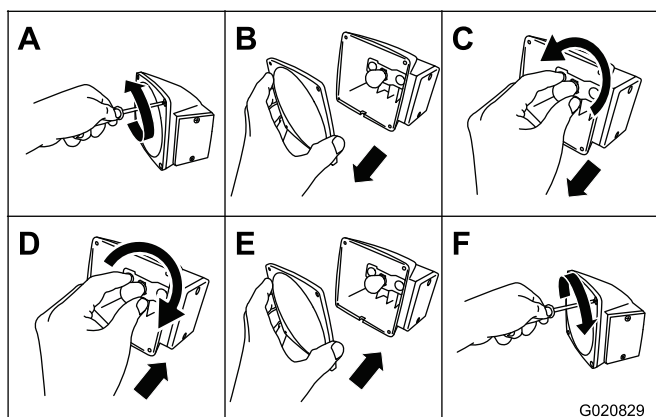

Figura 17
1. Utilice un destornillador para retirar los 4 tornillos de la lente cuadrada grande de la luz (Figura 17).
2. Retire la lente (Figura 17).
3. Empuje y gire la lámpara en sentido antihorario para retirarla del zócalo (Figura 17).
4. Coloque una lámpara 1157 nueva a presión en el zócalo, y gírela en sentido horario (Figura 17).
5. Instale la lente y los 4 tornillos (Figura 17).